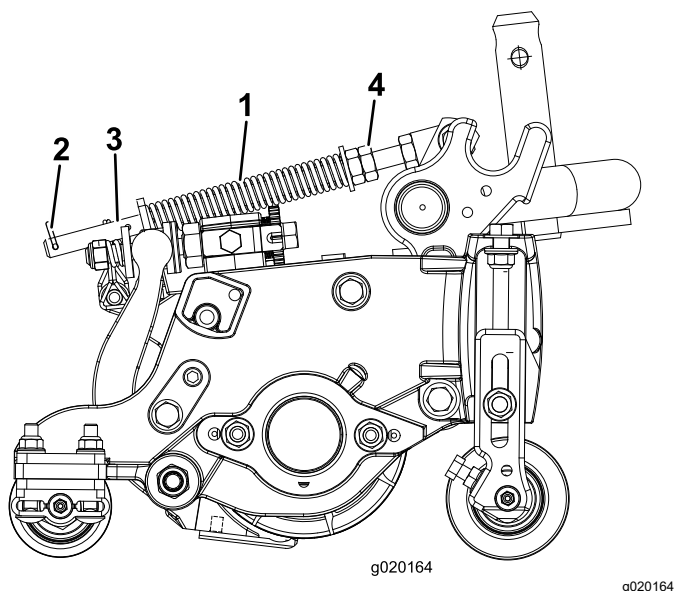

図 14
ターフ補正スプリング 図 14 は、前ローラから後ローラへと、カッティングユニットの体重移動を行います。これにより、マーセリングやボビングと呼ばれる「波打ったような」仕上がりを防いでいます。
1. スプリングロッドの後穴にヘアピンコッターを忘れずに取り付けてください 図 14。
2. スプリングロッド前部の六角ナットを締めて、圧縮状態のスプリング 図 14 の長さが以下の通りになるようにする5"カッティングユニットでは 12.7 cm 7"カッティングユニットでは 15.8 cm。